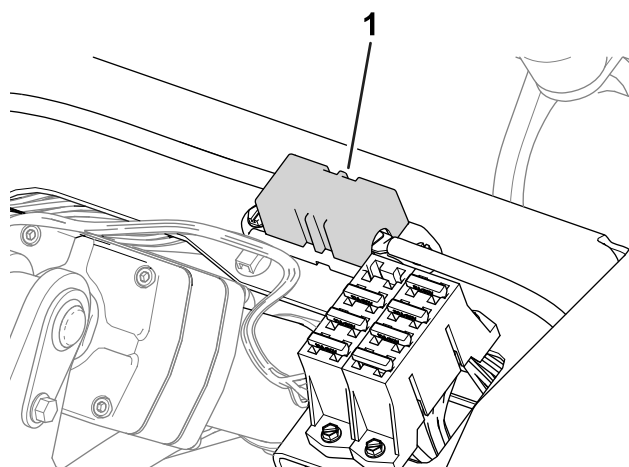

Figura 52
- Los fusibles del motor de la rueda derecha (60 A) están situados debajo del asiento (**Figura 52**).